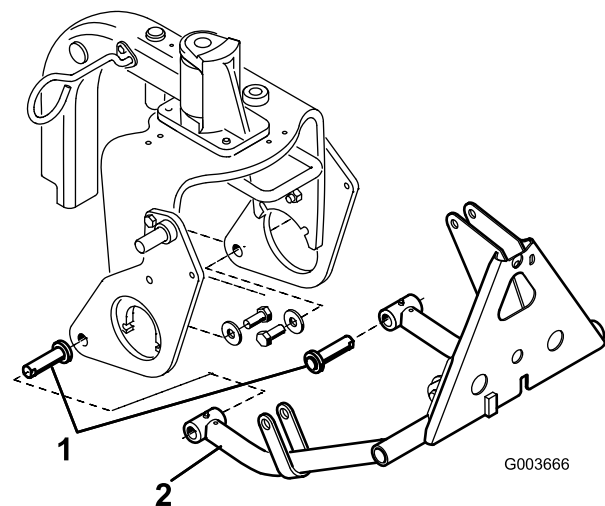

Figura 13
3. Introduceți un tift de cilindru în fiecare tub al braului de fixare așa cum este indicat în Figura 13.
4. Introduceți tuburile braului de fixare în plăcile de plug din dreapta și stânga, aliniind ghidajele tiftului de cilindru cu orificiile din plăcile de plug (Figura 13).
5. Montați fiecare tift de cilindru la fiecare placă de plug cu un urub ($\frac{5}{8}$ x 1 $\frac{1}{2}$ ") și o aibă (1,68" diametru exterior x 0,65" diametru interior) în modul indicat în Figura 13.